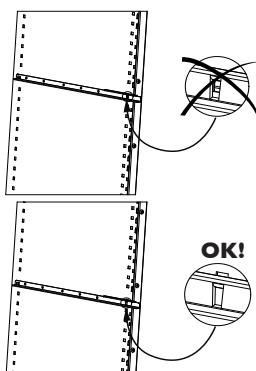

Afbeelding 1
1. Plaats 2 geleiders in de hiervoor bestemde bevestigingsstangen. Plaats voor elk plateau een geleider rechts en een geleider links (zie afbeelding 1). Klip de geleiders goed vast op hun plaats (zie afbeelding 2)